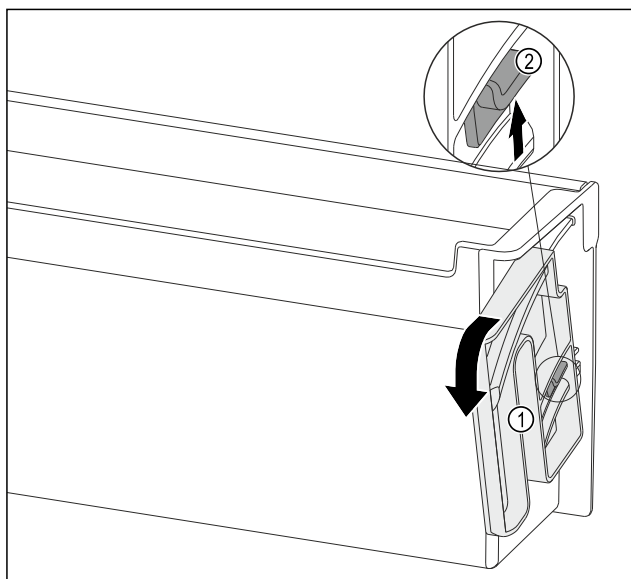

Fig. 117
- ▶ Vrtljivo enoto Fig. 117 (1) obrnite do konca v navedeno smer.
- ▶ Spono Fig. 117 (2) potisnite navzgor in odstranite vrtljivo enoto Fig. 117 (1).